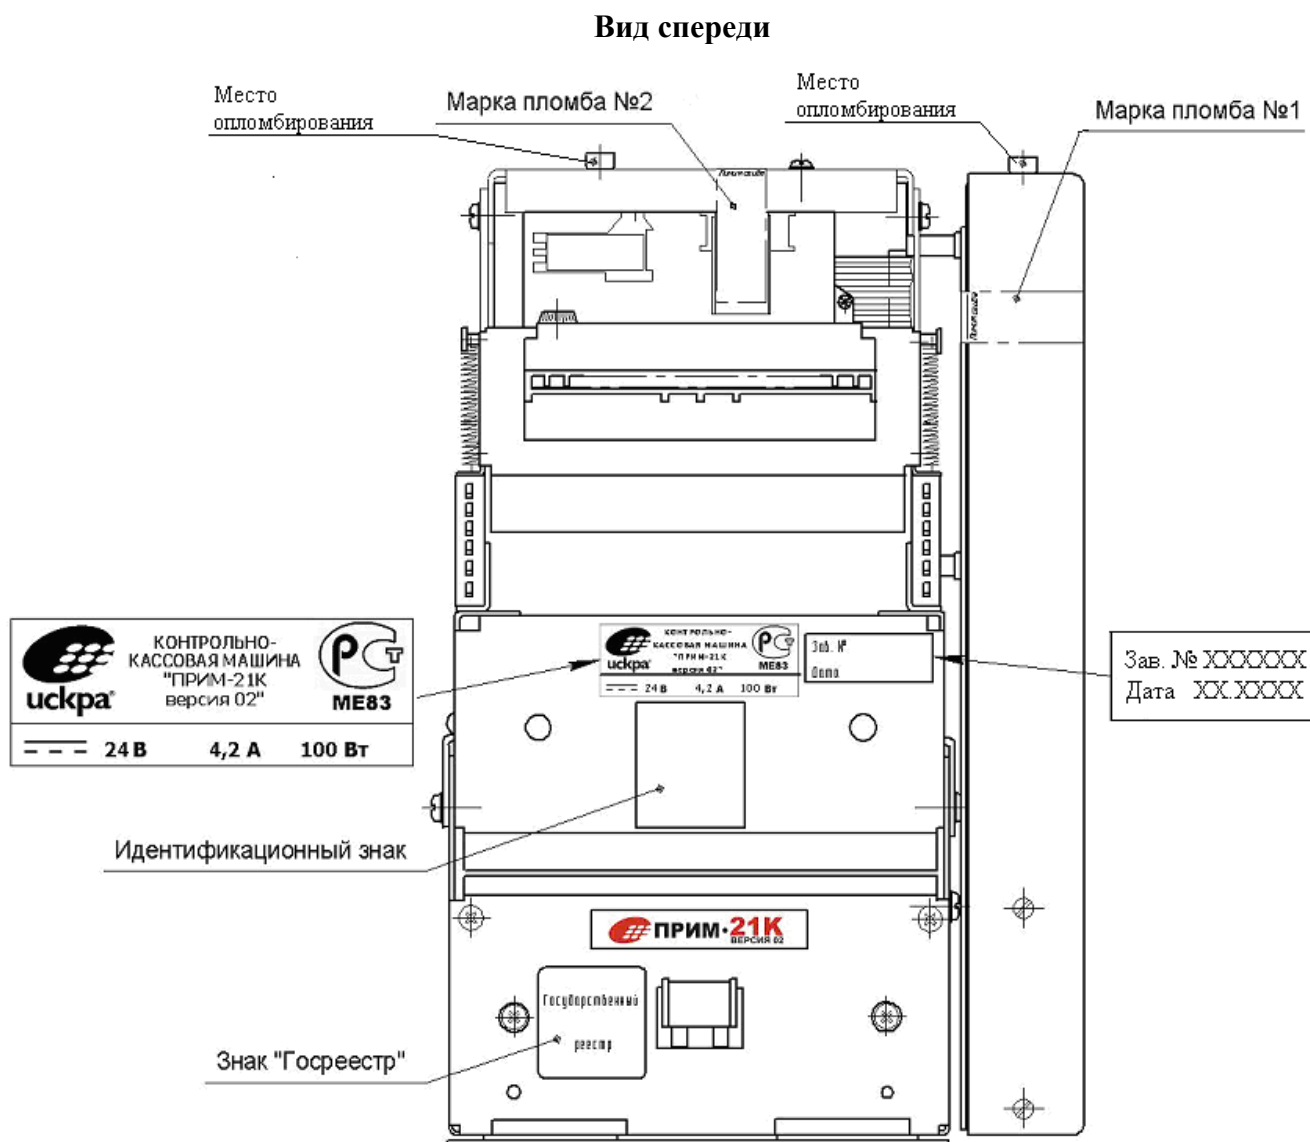
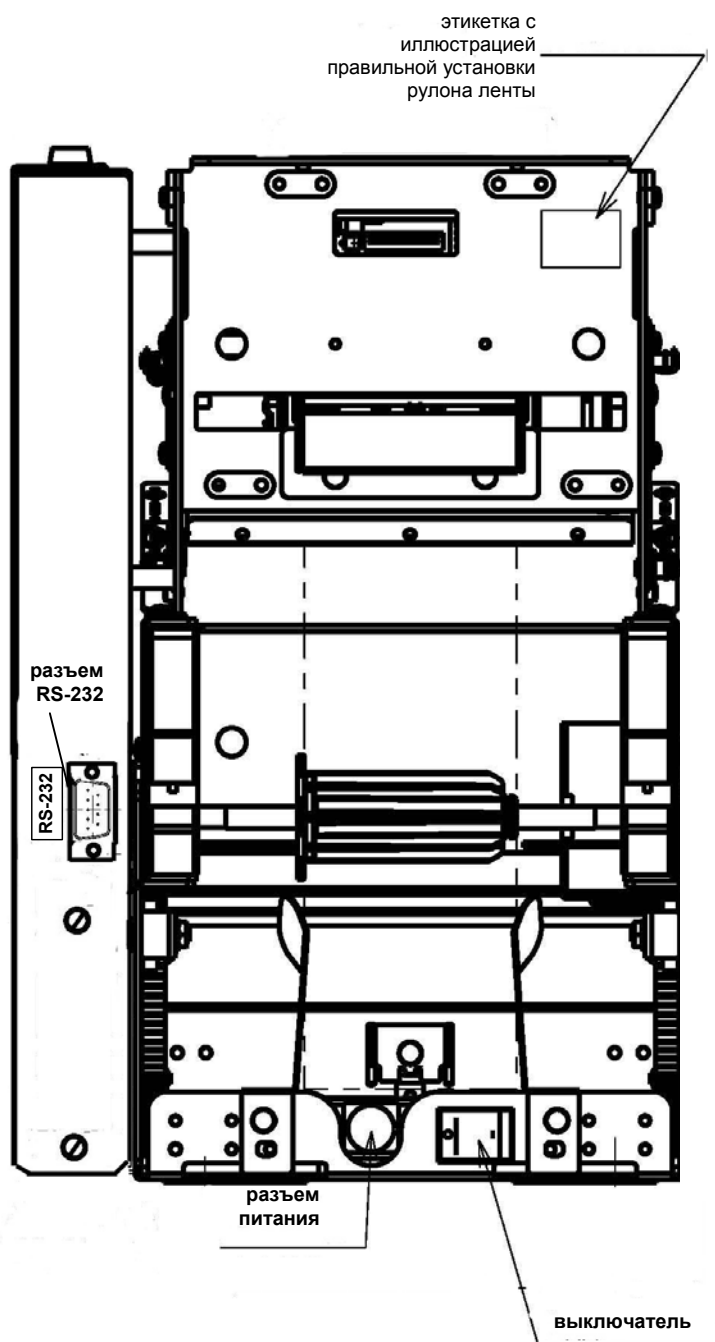

Рисунок 6.1- Внешний вид ККМ (вид спереди)
Рисунок 6.3 – Внешний вид ККМ (вид сзади)
6.1 Внешний вид ККМ приведен на рисунках (Рисунок 6.1 - Рисунок 6.3).
7.1.1.2 Присоединить кабель интерфейса к соответствующему 9-ти контактному разъему на торцевой стенке крышки, закрывающей контроллер (Рисунок 6.3).
7.1.2.1 Подключить кабель питания к соответствующему разъему на задней стороне ККМ (Рисунок 6.3).